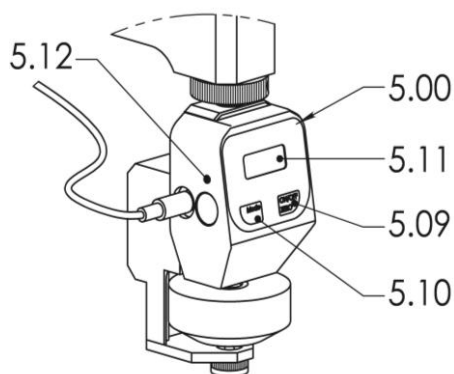

РИС. 13 ВВОД ВРЕМЕНИ ИЗМЕРЕНИЙ
- ❗ Если на дисплее (5.11,Рис.13) отображается "- - -", когда индентер движется свободно, измерительное устройство (5.00,Рис.13) нужно установить на ноль.
- Когда измерительное устройство (5.00,Рис.13) включено, быстро нажмите кнопку ON/OFF/ZERO (5.09,Рис.13).
- Нажмите кнопку ON/OFF/ZERO (5.09,Рис.13) и держите, пока не выключится дисплей (5.11,Рис.13).
- Нажмите кнопку MODE (5.10,Рис.13), когда измерительное устройство (5.00,Рис.13) включено.
- ❗ На дисплее (5.11,Рис.13) отображается время измерений.
- Повторным нажатием кнопки MODE (5.10,Рис.13) осуществляется ввод времени измерений от 1 до 99 секунд:
- Нажмите кнопку ON/OFF/ZERO (5.09,Рис.13) кратко, чтобы подтвердить изменения и войти в режим измерений.
⚠ Чтобы сохранить время измерений, измерительное устройство следует выключить кнопкой ON/OFF/ZERO (5.09,Рис.13)!
- ❗ Установленное время измерений кратко отобразится на дисплее после включения измерительного устройства(5.00,Рис.13).
Если измерительное устройство (5.00, Рис.13) работает некорректно, необходимо сброс настроек кнопкой RESET.
- Нажмите RESET (5.12 Рис.13) подходящим предметом (например, скрепкой).